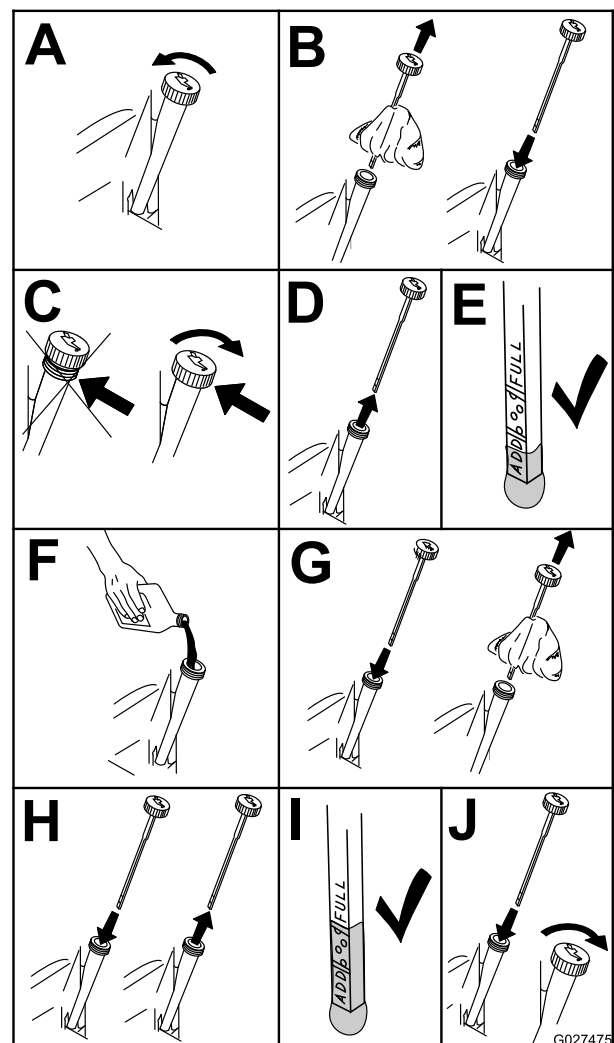

Figura 45
4. Prima di scendere dal posto di guida dell'operatore, spegnete il motore, togliete la chiave di accensione e attendete che si fermino tutte le parti in movimento (Figura 45).